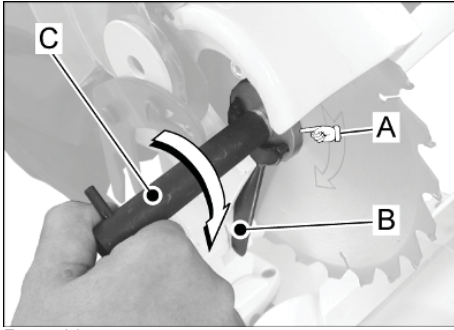

Рис. 11
- Заблокируйте фланец пилы при помощи специального ключа (B, Рис. 11) и ослабьте крепежный винт пильного диска (A) при помощи ключа в комплекте (C).